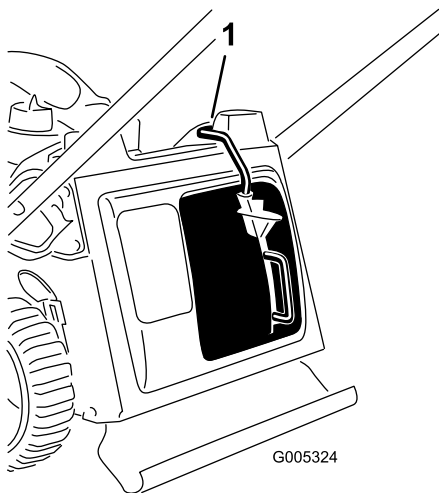

Figure 22
**Important:** La tondeuse est équipée d'un contacteur de sécurité qui l'empêche de démarrer si l'obturateur de broyage n'est pas monté correctement (Figure 22).
Montez l'obturateur de broyage comme illustré (Figure 22).